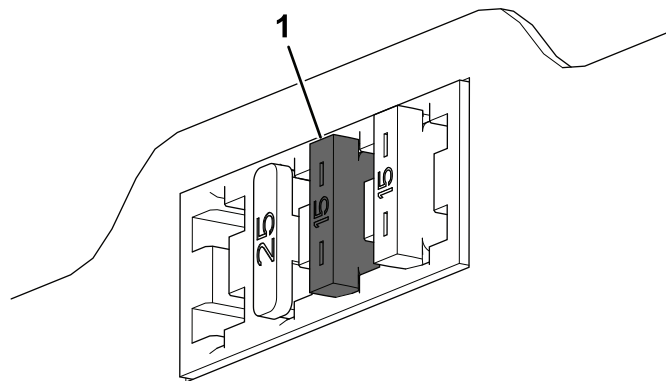

Figura 12
11. Introduzca el fusible (15 A) en la tercera posición desde la izquierda del bloque de fusibles (Figura 12).